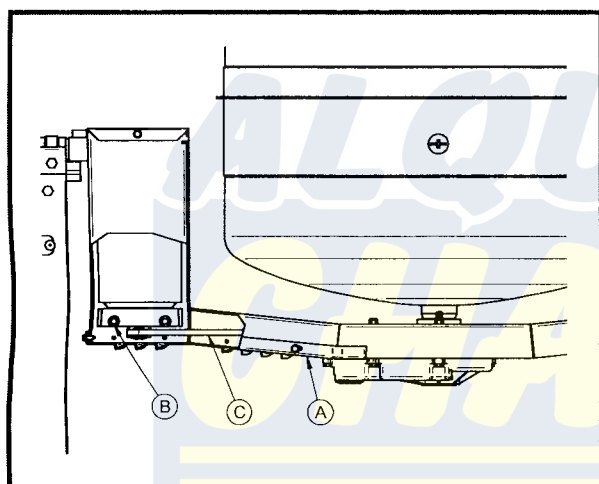
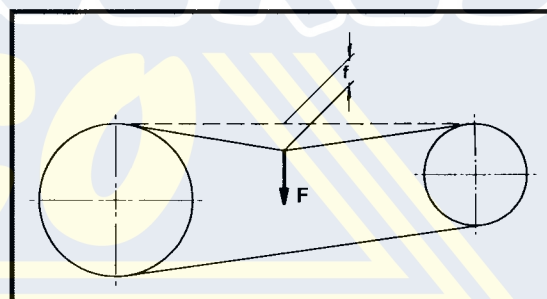

FIG. 8
FIG. 9
2. Extraer la protección de la correa (ref.A, fig.8) destornillando los tornillos que la bloquean.
3. Aflojar los 4 tornillos (ref.B, fig.8) que bloquean el soporte del motor eléctrico y tensar la correa (ref.C, fig.8) por medio de dicho soporte: si la tensión de la correa es correcta, aplicando una fuerza de $F=0.6$ Kg aproximadamente en el centro del tramo libre de la correa, la flecha deberá indicar $f=5$ mm aproximadamente (fig.9).
4. Al final del tensado atornillar los 4 tornillos (ref.B, fig.8).
5. Volver a montar la protección de la correa (ref.A, fig.8) con los respectivos tornillos.
3. Aflojar los 4 tornillos (ref.B, fig.8) que bloquean el soporte del motor eléctrico y aflojar la correa (ref.C, fig.8) por medio de dicho soporte hasta hacerla salir de las poleas del motor eléctrico y del reductor.
aproximadamente (fig.9).
6. Al final del tensado atornillar los 4 tornillos (ref.B, fig.8).
7. Volver a montar la protección de la correa (ref.A, fig.8) con los respectivos tornillos.